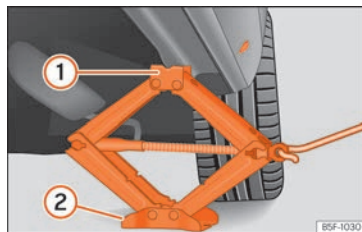

Fig. 79 Larguero: colocación del gato del vehículo.
- Gire la manivela del gato*, situado bajo el punto de apoyo del larguero, para elevarlo hasta que la pestaña ① »» fig. 79 quede situada bajo el alojamiento previsto.
- Alinee el gato* de modo que la pestaña ① “agarre” en el alojamiento previsto del larguero y la placa base móvil ② quede apoyada en el suelo. La placa base ② debe caer en la vertical respecto al punto de apoyo ①.